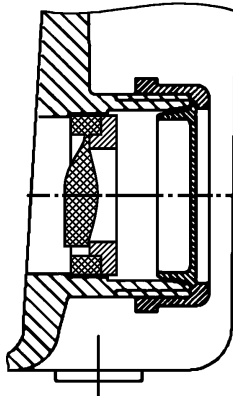

Fig. 4
- kłapę syfonu kanalizacyjnego (rys. 4) należy wsunąć do dolnej rury wlotowej aż do zatrzymania mechanicznego tak, aby kłapa była otwarta w kierunku zbiornika. Następnie wepchnij rurę wlotową jak opisano powyżej (stosowanie tego rodzaju kłapy nie jest dozwolone w Niemczech).